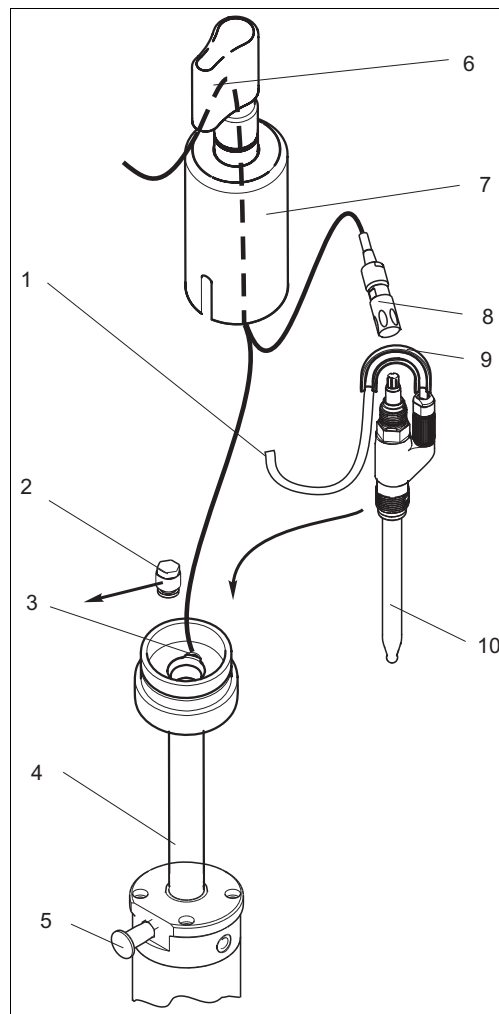

Fig. 15: Installazione del sensore a KCl liquido
2. Togliere il cappuccio di protezione dagli spruzzi (→ Fig. 15, pos. 6) e il coperchio del KCl (pos. 7).
- In caso di misura di pH simmetrica, il connettore PML deve essere inserito nella connessione PML (PML = linea di collegamento di equipotenzialità, pos. 3).
6. Collegare il tubo di alimentazione dell'elettrolita (pos. 1) alla relativa connessione del sensore.